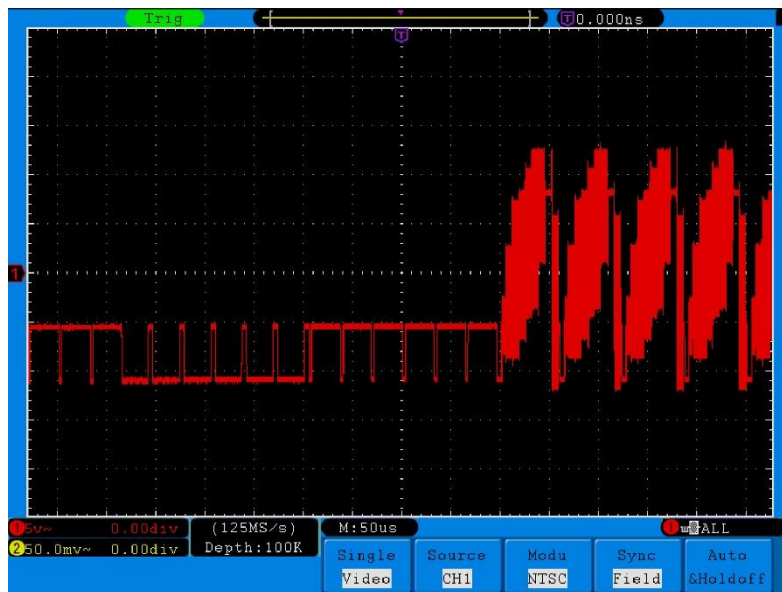

Fig. 84 Forma de onda obtenida de disparo en campo de video
11. Use las perillas **VOLTS/DIV**, **VERTICAL POSITION** y **SEC/DIV** para obtener una forma de onda adecuada (observe **fig. 84**).